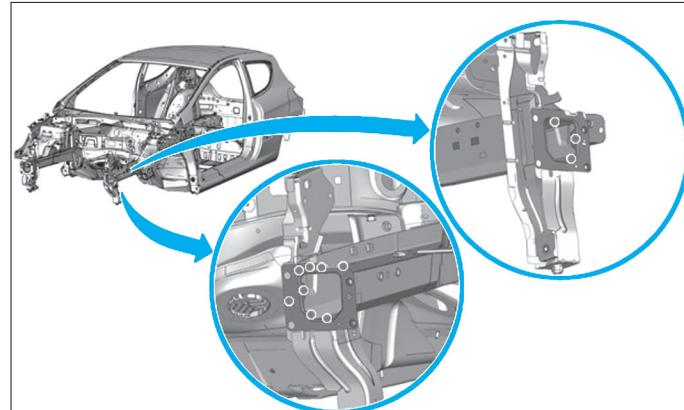

FIG. 4
- Soudler la platine par pointages électriques (Fig.4).